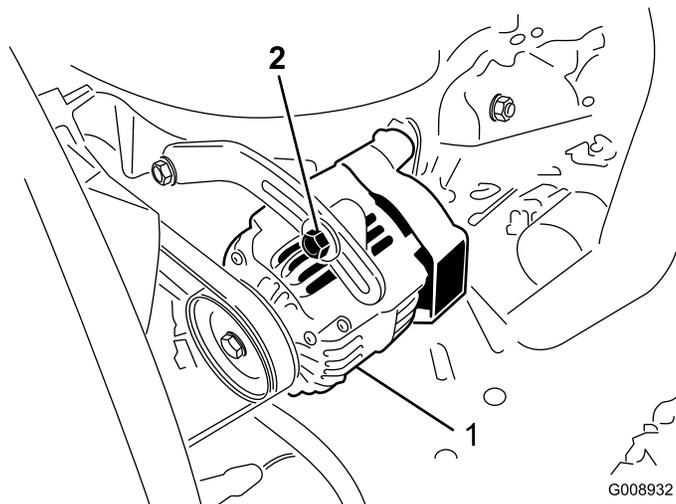

Figura 80
Compruebe la condición y la tensión de las correas (Figura 80) cada 100 horas de operación.
2. Si la desviación no es de 10 mm, afloje los pernos de montaje del alternador (Figura 80). Aumente o reduzca la tensión de la correa del alternador y apriete los pernos. Verifique de nuevo la desviación de la correa para asegurarse de que la tensión es la correcta.